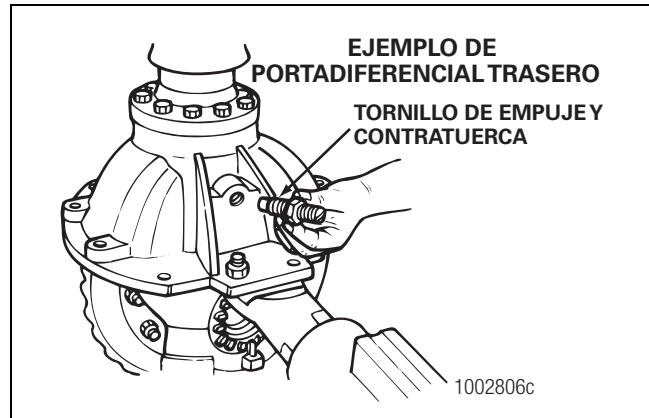

Figura 5.77
2. Instale la contratuerca sobre el tornillo de empuje. Apriete la contratuerca hasta el centro del tornillo de empuje. Figura 5.77.